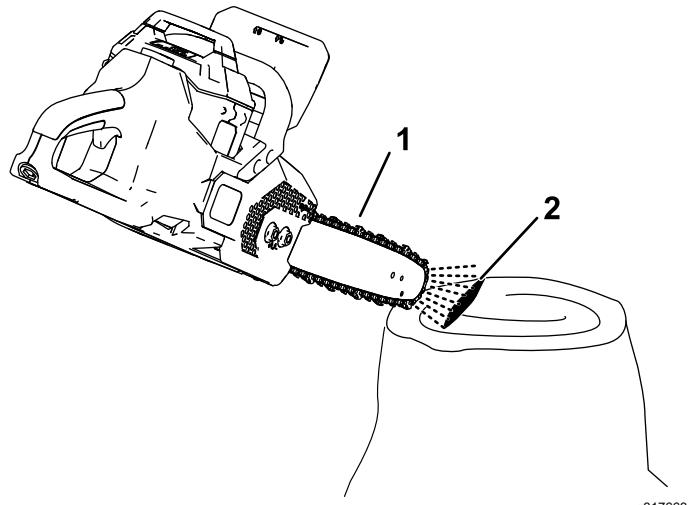

Figure 26
- Pour vérifier que l'huile arrive jusqu'à la chaîne, pointez le nez de la tronçonneuse à quelques centimètres au-dessus d'une surface (papier, carton, souche, etc.) et démarrez la tronçonneuse ; une petite quantité d'huile devrait être pulvérisée sur la surface (Figure 26).